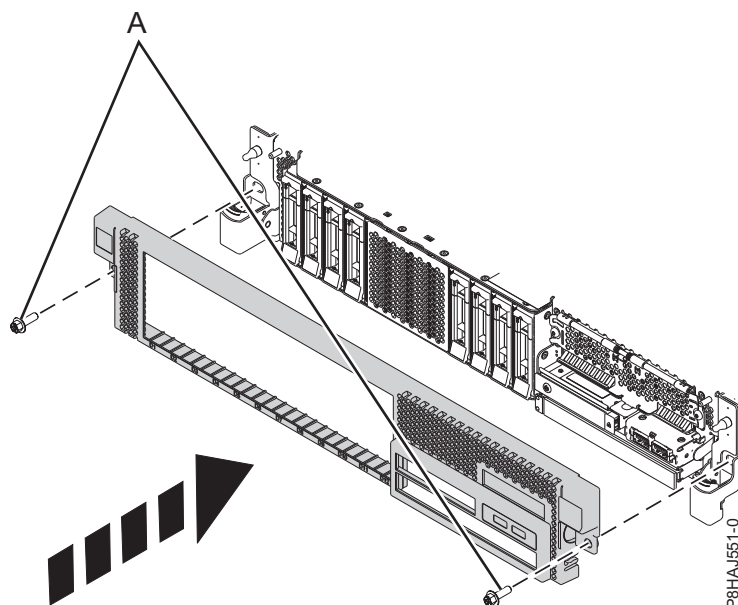

Figura 14. Instalar a tampa anterior
3. Feche os trincos de libertação ao empurrá-la na direcção mostrada em Figura 14 na página 35. A tampa fica encaixada e tem uma indentação que lhe permite segurá-la mais facilmente.
4. Substitua os parafusos de transporte (A).